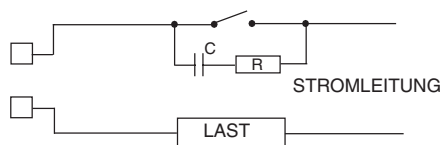

Abb.8 EXTERNER, ZUM AUSGANG DES GERÄTS IN REIHE GESCHALTETER KONTAKT
In diesen Fällen wird empfohlen, parallel zum externen Kontakt einen RC-Filter anzuschließen wie in Abb.8 gezeigt. Der Wert der Kapazität (C) und des Widerstands (R) sind in der folgenden Tabelle angegeben.